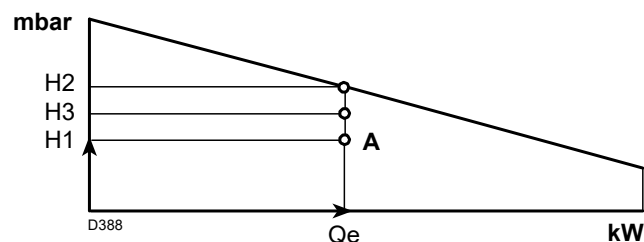

Abb. 4
- 4 Ziehen Sie eine senkrechte Linie vom **Punkt A** (Abb. 4) und suchen Sie den Höchstdruck "**H2**" des Regelbereichs.
- Ist "**H3**" größer als "**H1**" (Abb. 4), kann der Brenner die geforderte Leistung abgeben.